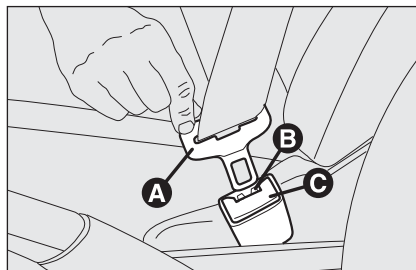

fig. 1
### IMPIEGO DELLE CINTURE DI SICUREZZA fig. 1
*Non premere il pulsante C-fig. 1 durante la marcia.*